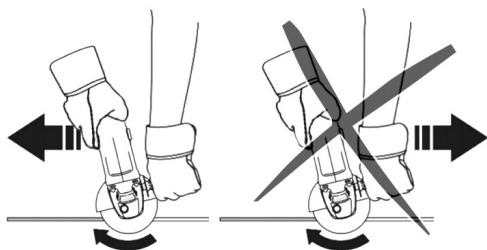

Fig. 9 – Sentido de corte correto
7. O corte deve ser realizado na direção da fig. 9.